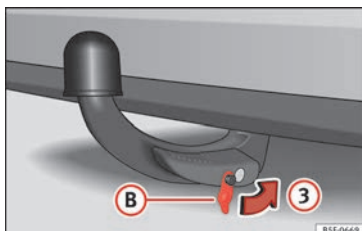

Abb. 228 Abdeckkappe auf das Schloss setzen
- Setzen Sie die Abdeckung **(B)** in Pfeilrichtung **(3)** auf das Schloss » **Abb. 228** » **1**.